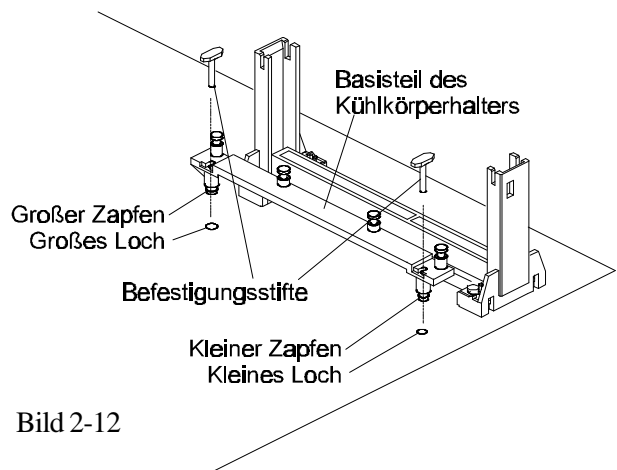

Bild 2-12
1. Zuerst müssen die beiden Befestigungslöchern für den Kühlkörperhalter auf dem HOT-671 Mainboard gefunden werden. Man beachte, daß ein Loch größer ist als das andere. (siehe Bild 2-12)
2. An dem Basisteil des Kühlkörperhalters befinden sich zwei Kunststoff-Zapfen. Das Basisteil muß so auf dem Mainboard aufgesetzt werden, daß der große Zapfen durch das große Befestigungsloch geführt wird, und der kleine Zapfen durch das kleine Loch. (siehe Bild 2-12)
3. Das Basisteil wird auf dem Mainboard fixiert, indem die Befestigungs-Stifte von oben in die Kunststoff-Zapfen des Basisteils gepreßt werden. (siehe Bild 2-12).